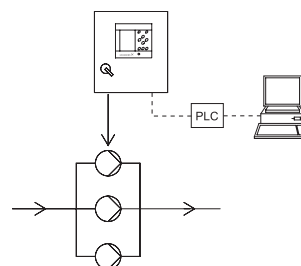

Рис. 21 Разомкнутый контур (внешний контроллер)
- Разомкнутый контур (внешний контроллер), см. рис. 21.